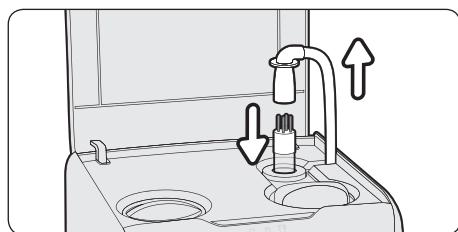

Figura 8
2. Posicione a lâmpada com cuidado sobre o compartimento, sem soltá-la. (Figura 8).